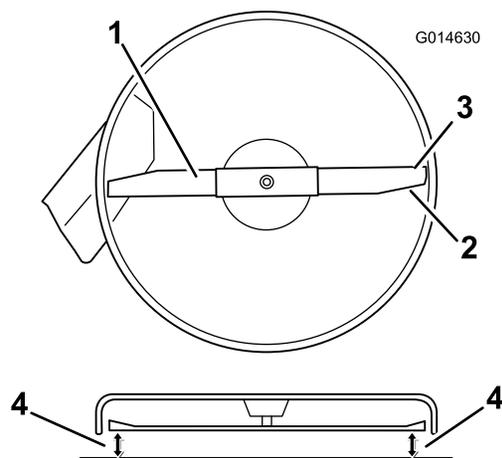

Figura 50
4. Gire cuidadosamente las cuchillas hasta que estén todas orientadas lateralmente (Figura 50).
- Mida entre los bordes de corte exteriores y la superficie plana (Figura 50). Si hay una diferencia de más de 5 mm entre ambas dimensiones, se requiere un ajuste; siga con este procedimiento.